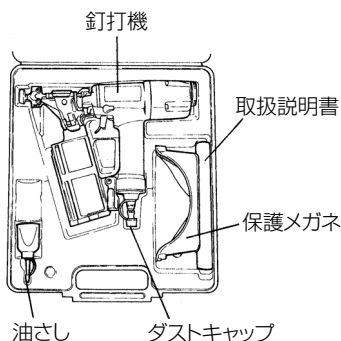

図 24
- 作業後は内部にごみ、ほこりが入らないよう、ダストキャップをエアプラグにさし込み、ケースに入れて保管してください。ケースには、図 24 のように入れてください。